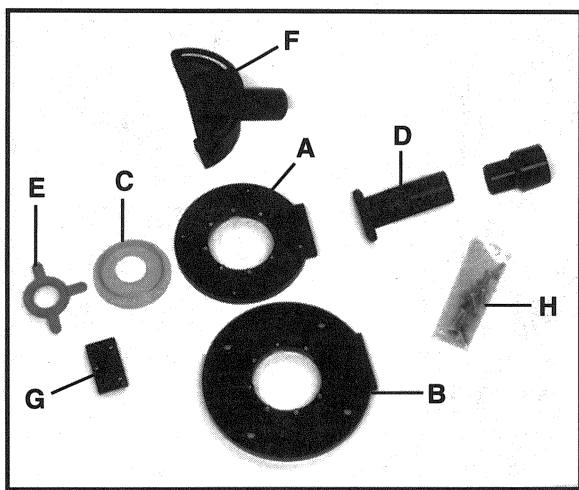

Fig. 1
1. Posicione la guía de plantilla requerida en el accesorio de inserción para guía de plantilla (E), Fig. 1, (la pestaña de la guía de plantilla encaja en el lado rebajado del accesorio de inserción) y fíjela en su sitio con una tuerca de guía de plantilla.
Las guías de borde 42690 y 42700 pueden utilizarse con estos aditamentos de recolección de polvo. Sin embargo, será necesario instalar el separador para guía de borde (G), Fig. 1, tal como se indica a continuación: